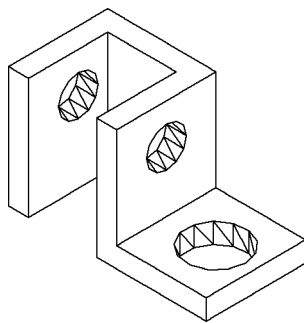

图 12-15 差集运算
(9) 单击“三维工具”选项卡“实体编辑”面板中的“差集”按钮, 将架体与 3 个圆柱体进行差集处理。单击“视图”选项卡“视觉样式”面板中的“隐藏”按钮, 对实体进行消隐。消隐之后的图形如图 12-15 所示。